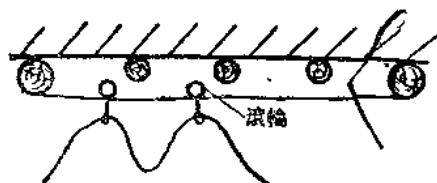

图 10
(2) 滚輪式(图10)：将滚輪与电缆繫牢，使滚輪沿導繩滑动。效果和鉄环一样，但不如鉄环式的簡便。